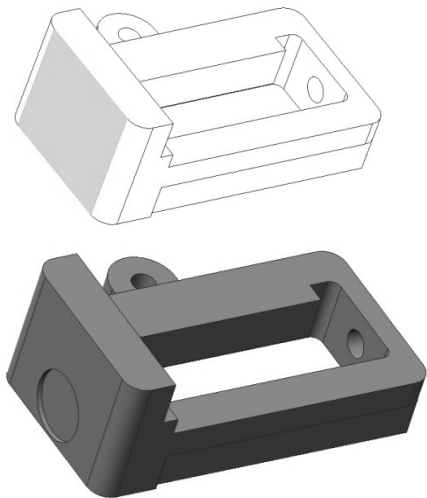

图 4-64 草绘平面及模型效果
(1) 单击 按钮打开拉伸操控面板，单击属性面板上的 按钮。选择如图 4-64 所示的曲面作为草绘平面，绘制如图 4-65 所示的截面，完成后单击草绘工具栏中的 退出草图。
(2) 在拉伸操控面板中，拉伸方式选择单向拉伸，输入拉伸深度为 2.5。确认无误后单击 按钮，完成特征创建。